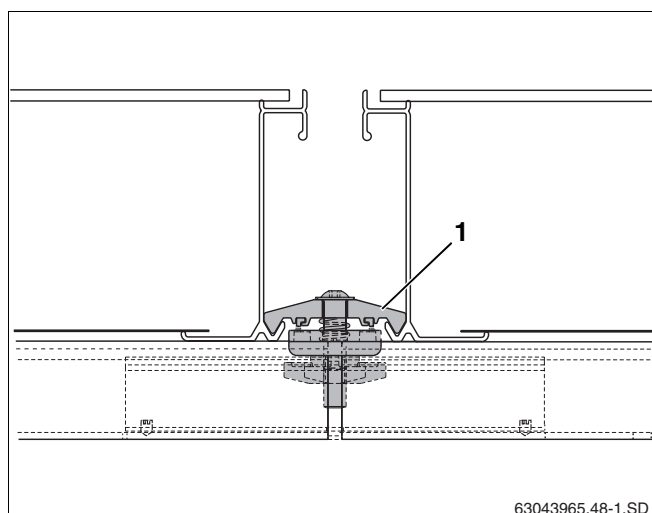

Fig. 51 Tensor do colector bilateral entre 2 colectores
O dispositivo fixador (fig. 51, **item 1**) agarra agora o canto inferior do colector.